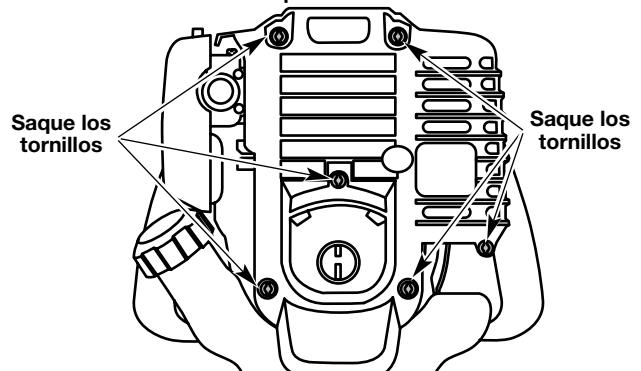

Fig. 38
2. Suelte el gatillo del regulador y deje que el motor funcione en mínima. Si el motor se para, inserte un destornillador Phillips pequeño en el orificio de la cubierta del motor (Fig. 38). Gire el tornillo de mínima hacia adentro, en sentido horario, de a 1/8 de vuelta por vez (según sea necesario) hasta que el motor funcione en mínima suavemente.
1. Quite los dos (6) Tornillos de encima de la tapa del motor con un destornillador de pala o Torx #25 (Fig. 38).
4. Saque la cubierta del motor (Fig. 38).
1. Apague el motor y espere que se enfríe. Retire los seis (6) tornillos de la parte posterior de la tapa del motor con destornillador de cabeza plana o Torx No. T-25 (Fig. 38).